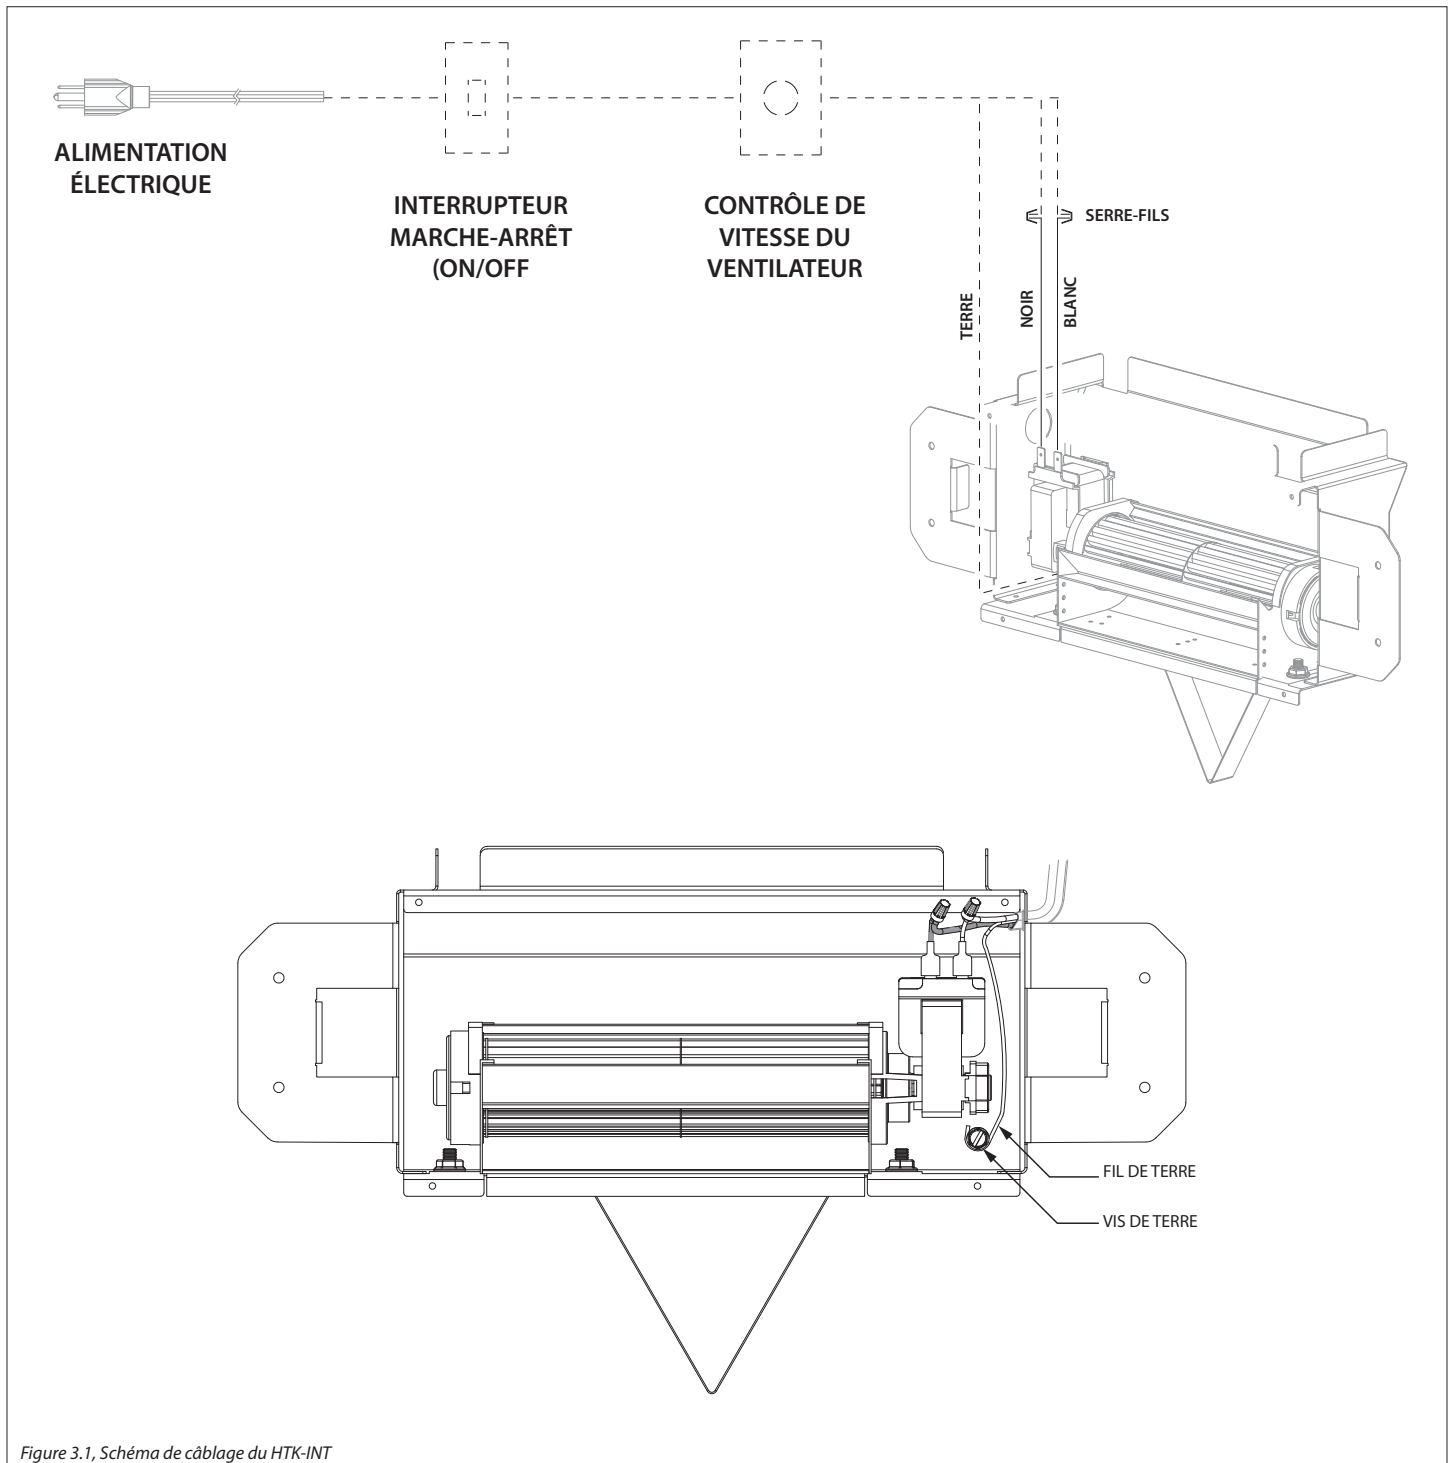

Figure 3.1, Schéma de câblage du HTK-INT
- La Figure 3.1 illustre une installation de câblage typique.